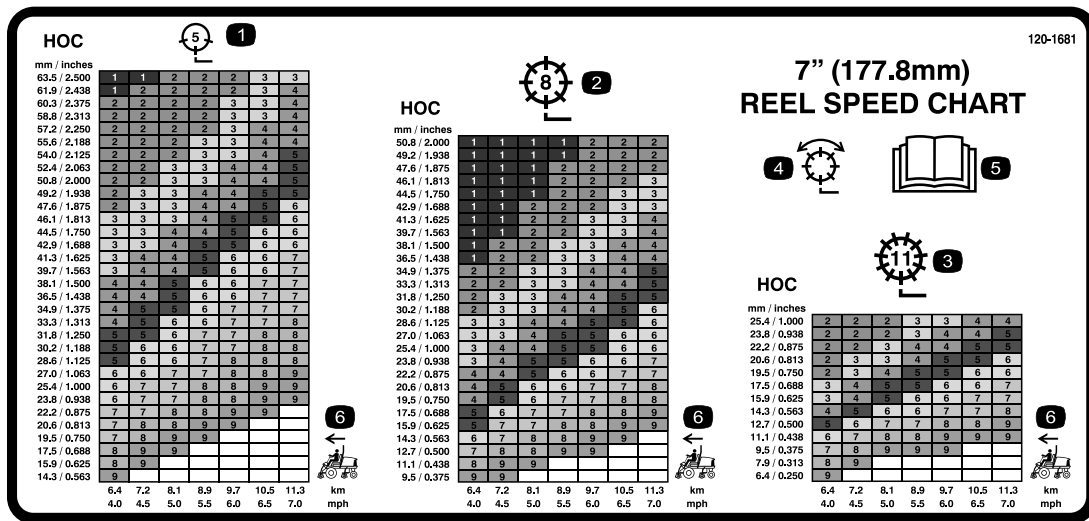

Figure 37
3. À l'aide du graphique approprié sur l'autocollant (Figure 37), déterminez le réglage correct de vitesse des cylindres.